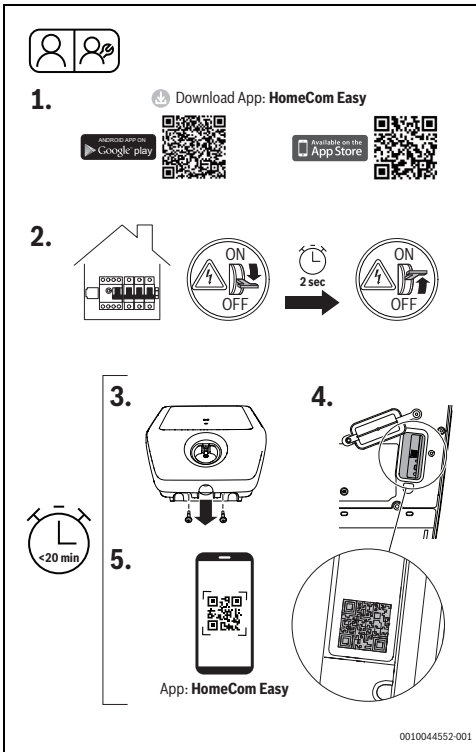

Bild 19 HomeCom Easy
- ▶ Power Charge 7000i über die Schalttafel der Stromversorgung ausschalten und nach ca. zwei Sekunden wieder einschalten (Abb. 19, Schritt [2]).
- ▶ Die beiden Schrauben an der Abdeckung lösen (Abb. 19, Schritt [3]).